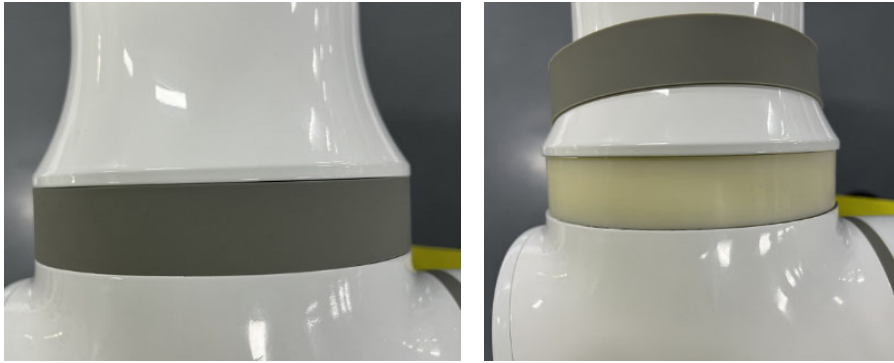

图 3-18：取下上臂橡胶环
5. 用一字螺丝刀或镊子撬开上臂橡胶环，并将其绕在上臂连杆上，如图 3-18 所示；